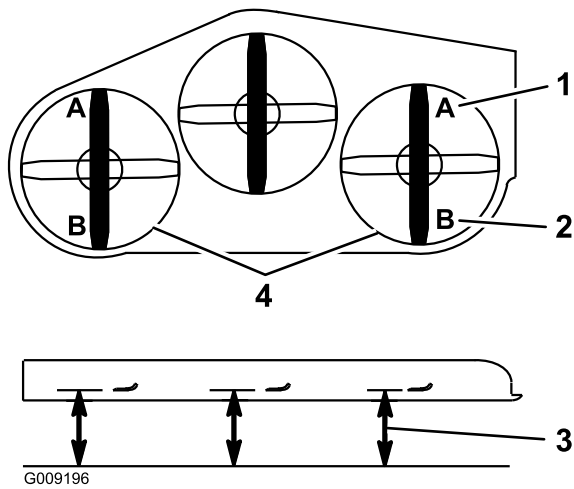

Figura 93
9. En ambos lados de la carcasa, mida desde la superficie nivelada hasta la punta delantera de la cuchilla (Posición A), según se muestra en la Figura 93.
16. En ambos lados de la carcasa, mida desde la superficie nivelada hasta la punta trasera de la cuchilla (Posición B), según se muestra en Figura 93.